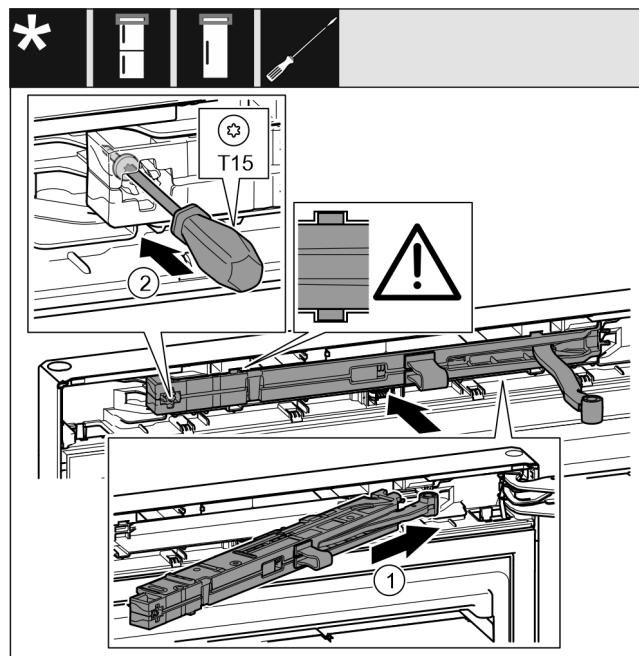

Fig. 37
- Schließdämpfereinheit Fig. 37 (1) auf der Lagerbockseite bis zum Anschlag schräg in die Aussparung einschieben.
- Schraube Fig. 37 (2) mit einem Schraubendreher fest-schrauben.